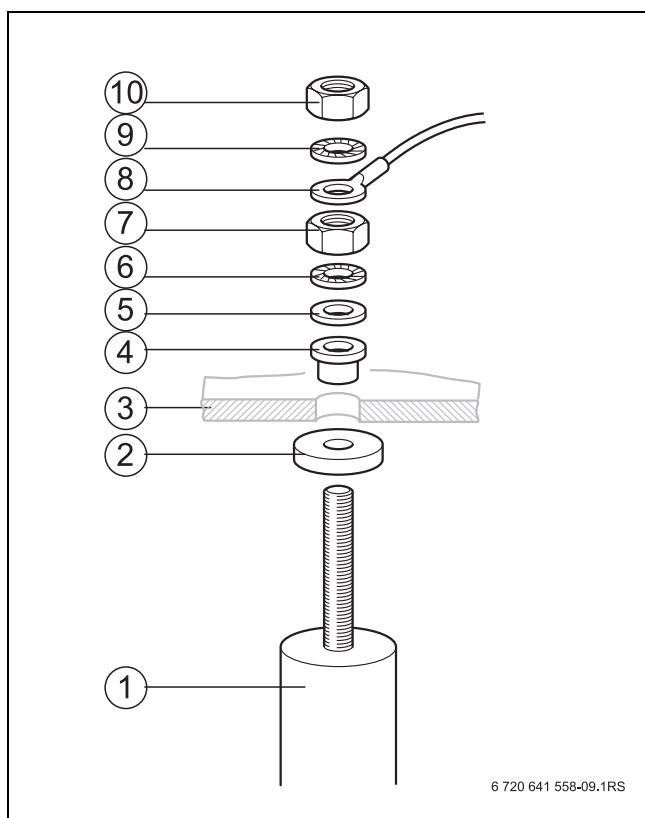

Рис. 16 Замена магниевого анода
- Закрепите ушко заземляющего провода (→ Рис. 16, стр. 18, [8]) болтом с зубчатой шайбой.